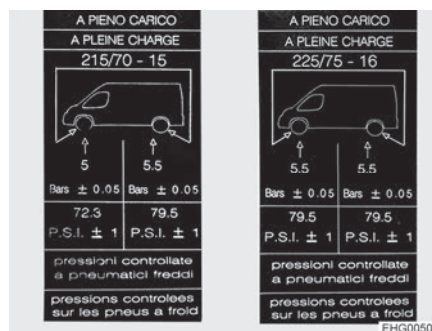

Fig. 169 Etichetta di avvertenza pressione degli pneumatici applicata su montante B (esempio)
- ▷ Le etichette con le indicazioni sulla pressione degli pneumatici richiesta sono applicate sull'interno del montante B (vedere Fig. 169).